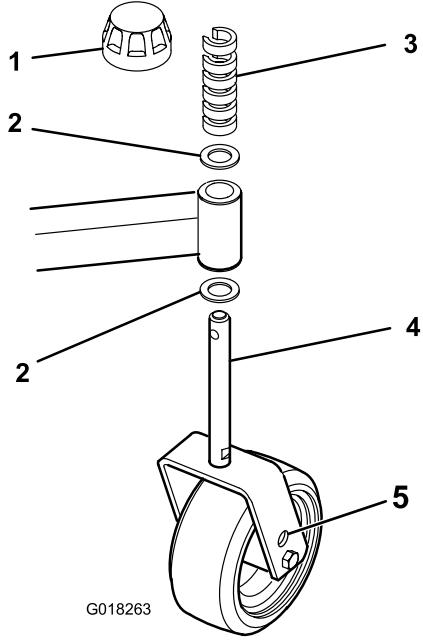

図 18
6. 前または後キャスターにシムを入れてカッティングユニットに必要なピッチを出す（図 18）。